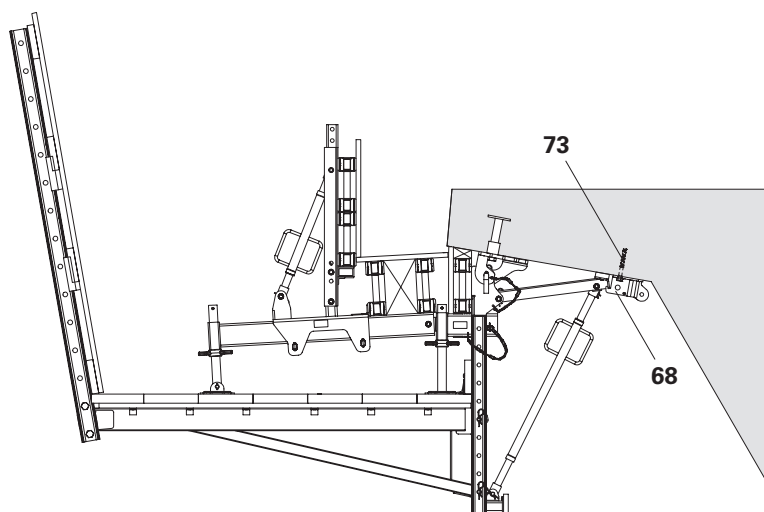

Fig. A2.07
- In caso di montaggio con attacco ancoraggio VGK (68) non è necessaria la zavorra. (Fig. A2.07)
- Fissare l'attacco ancoraggio VGK (68) con la vite di ancoraggio (73) Ø13/20x130 mm.